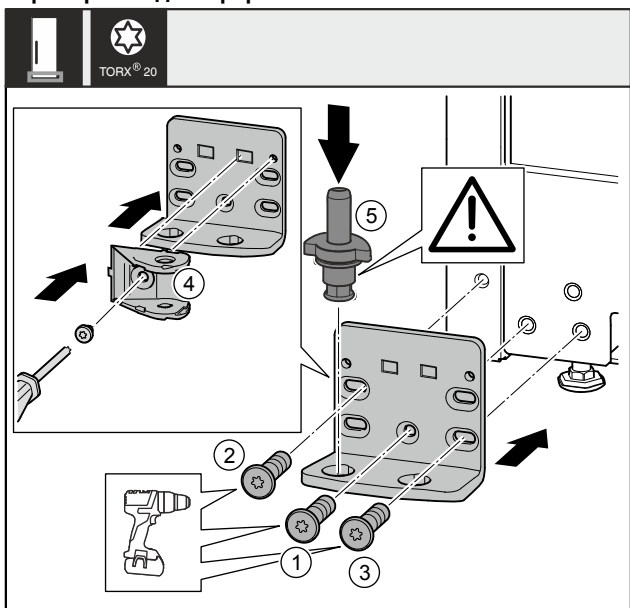

Fig. 36 *
- ▶ Встановіть опорний кронштейн з іншого боку та прикрутіть його за допомогою викрутки. Почніть з гвинта Fig. 36 (1), що розташований знизу посередині.*
- ▶ Закрутіть гвинт Fig. 36 (2) і гвинт Fig. 36 (3).*
- ▶ Поверніть з'єднувальний елемент демпфера Fig. 36 (4) на 180°. Пригвинтіть з іншого боку опорного кронштейна за допомогою викрутки.*
- ▶ Повністю вставте опорний гвинт Fig. 36 (5). При цьому виступ фіксатора повинен бути спрямований назад.*